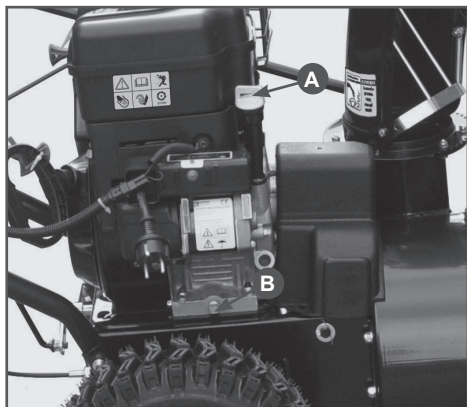

Рис.11 Замена масла
2. Откройте крышку маслосаливной горловины (рис. 11-А).
3. Подставьте под сливное отверстие подходящую емкость и открутите болт отверстия для слива масла (Рис. 11-В)